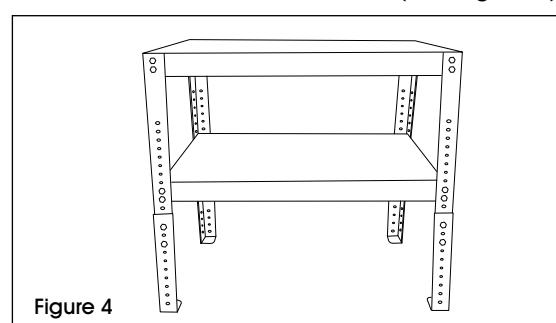

Figure 4
6. Set machine table upright and check all bolts and nuts for tightness. (See Figure 4)
- Placez la table à l'endroit et vérifiez que tous les boulons et les écrous sont bien serrés. (Voir Figure 4)